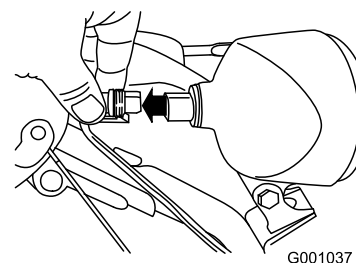

Figure 58
1. Débranchez le connecteur à l'arrière du phare (Figure 58).